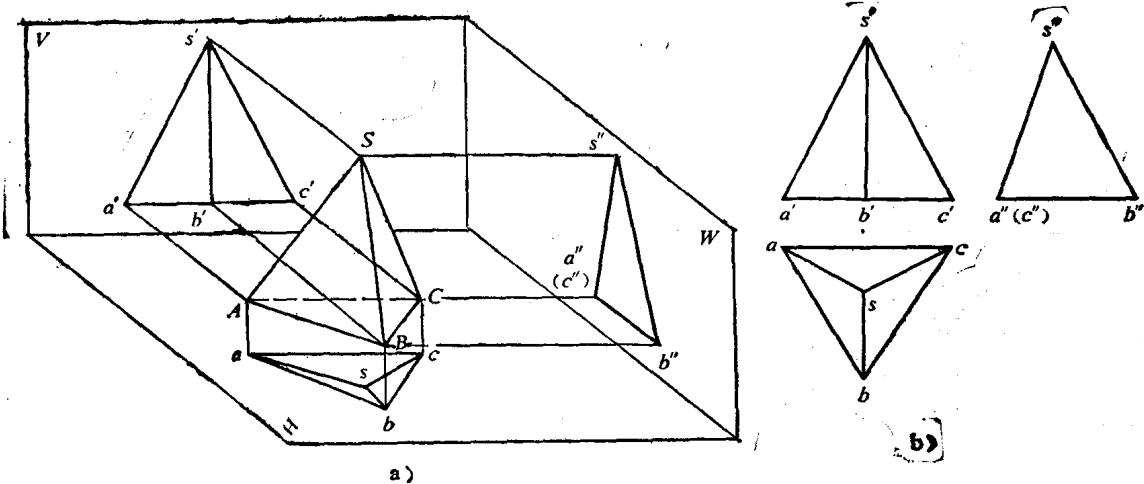

图1-16 物体上的平面的投影特性
1. 平面与投影面倾斜——收缩性 在图1-16中，我们可以看出正三棱锥上的  $\triangle SAB$  平面倾斜于  $V$  面，它在  $V$  面上的投影  $\triangle s'a'b'$  平面图形小于原平面  $\triangle SAB$ 。这种投影面积小于原投影面积的性质就称为平面的收缩性。同理  $\triangle SAB$  平面因倾斜于  $H$ 、 $W$  面，所以  $\triangle sab$  和  $\triangle s''a''b''$  投影也具有收缩性。
2. 平面与投影面垂直——积聚性 在图1-16中， $\triangle SAC$  平面倾斜于  $V$  面和  $H$  面，但垂直于  $W$  面，它在  $W$  面上投影积聚为一条直线  $s''a''(c'')$ 。平面在投影面上的投影积聚成一条直线的性质称为积聚性。
3. 平面与投影面平行——真实性 在图1-16中，三棱锥底面  $\triangle ABC$  垂直于  $V$ 、 $W$  面，但平行于  $H$  面，它在  $H$  面上的投影  $\triangle abc$  真实地反映  $\triangle ABC$  平面的大小。这种投影反映实形的性质称为真实性。